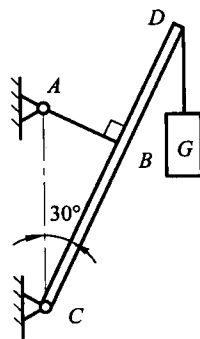

图 2.8
4. 重 10 kN 的物体用图 2.8 所示的结构悬挂, 已知 $BC=60\text{ cm}$, $BD=40\text{ cm}$ 。设构件自重不计, 求钢索 AB 的拉力。